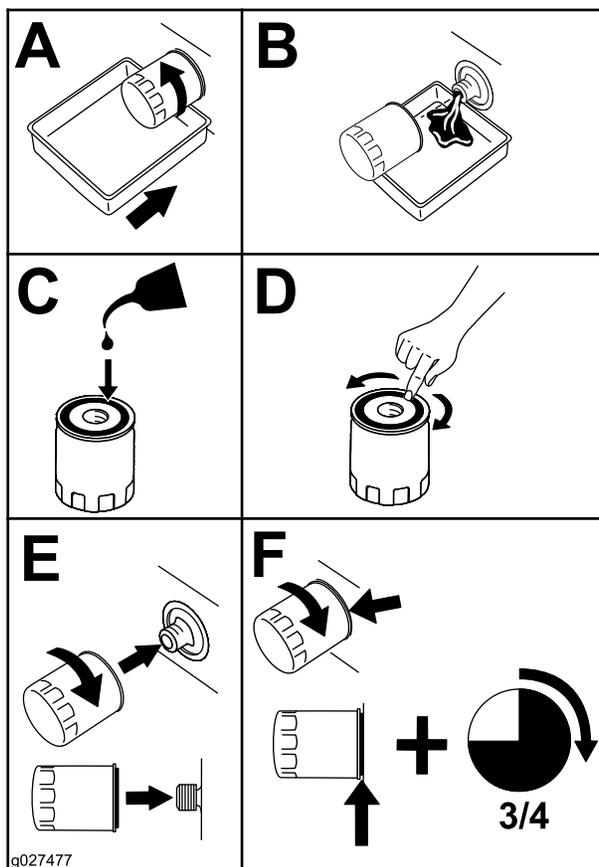

Рисунок 64
2. Замените масляный фильтр двигателя (Рисунок 64).